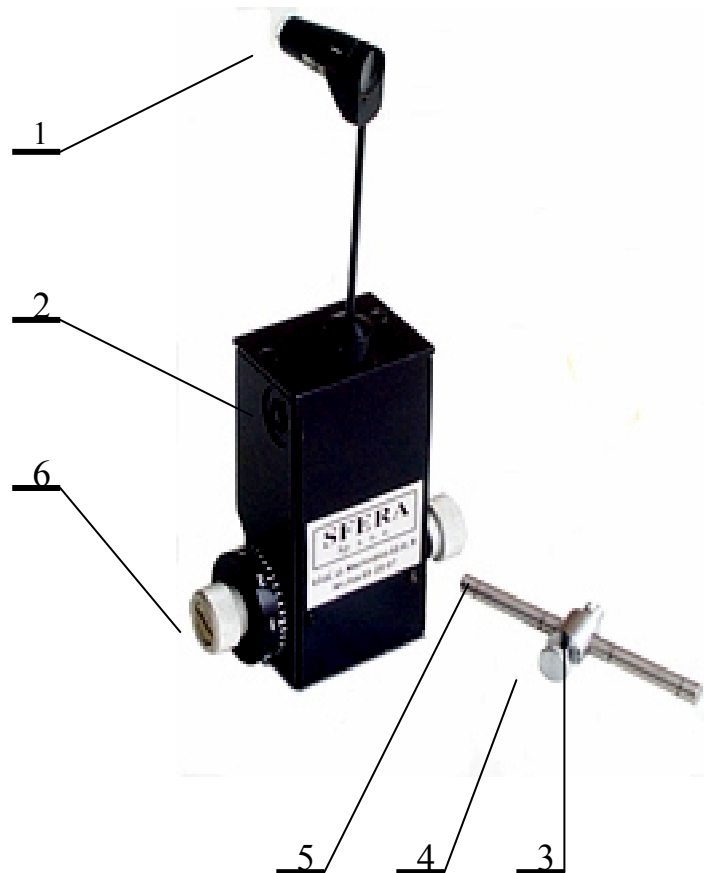
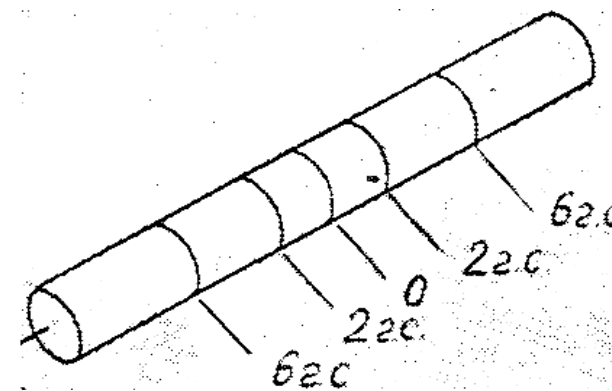

Рисунок 1 – Общий вид тонометра без кронштейна
Рисунок 3 - Значения контрольных рисок на стержне тарировочного устройства
Значение контрольной риски стержня (рисунок 3), совмещенной с индексом тарировочного устройства, должно соответствовать значению усилия на шкале тонометра.
При наблюдении через левый окуляр микроскопа должны быть видны две полуокружности темно-синего цвета (введен синий светофильтр), отделенные друг от друга интервалом (рисунок 4). Это указывает на правильную исходную установку тонометра относительно глаза. Участок сплющивания роговицы будет наблюдаться в поле зрения микроскопа при увеличении  $14^x$  только в том случае, если оптический клин производит определенное давление на глаз, образуя участок сплющивания. Поэтому необходимо создать предварительное измерительное усилие 0,5 г, для чего (перед определением) установить ручку 6 (рисунок 1) на 2-3 деления.
2.1.1 Установить простерилизованный (в 6%-ном растворе перекиси водорода) оптический клин 1 (рисунок 1) в гнездо тонометра, совместив «0» шкалы клина с красной риской гнезда.
2.1.3 После установки тонометра на щелевой лампе проверить его работоспособность, т.е. необходимо проверить соответствие усилия, приложенного к оптическому клину, по показанию шкалы тонометра. Для этого служит тарировочное устройство 3 (рисунок 1). Тарировочное устройство установить в гнездо 2 тонометра так, чтобы штифт на оси вошел в паз втулки тарировочного устройства.
Совместив одну из контрольных рисок (рисунок 3) стержня 5 (рисунок 1) с индексом тарировочного устройства, закрепить стержень винтом 4.